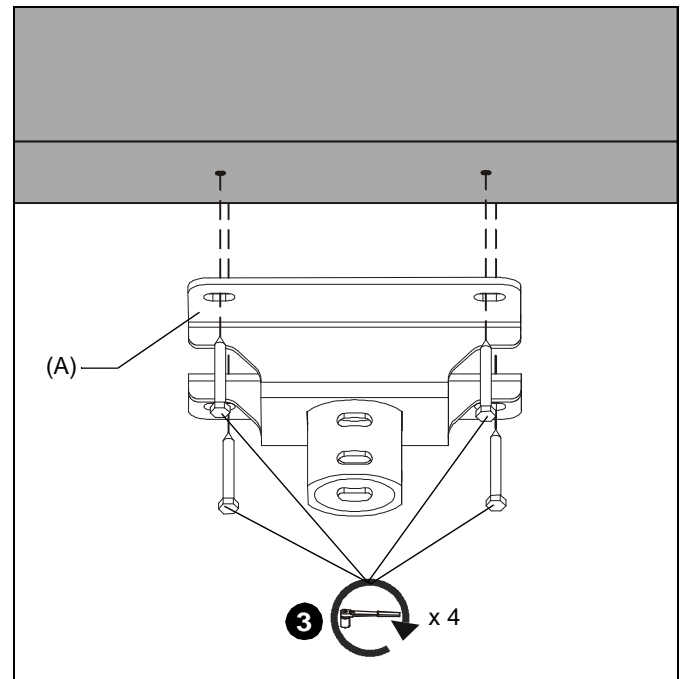
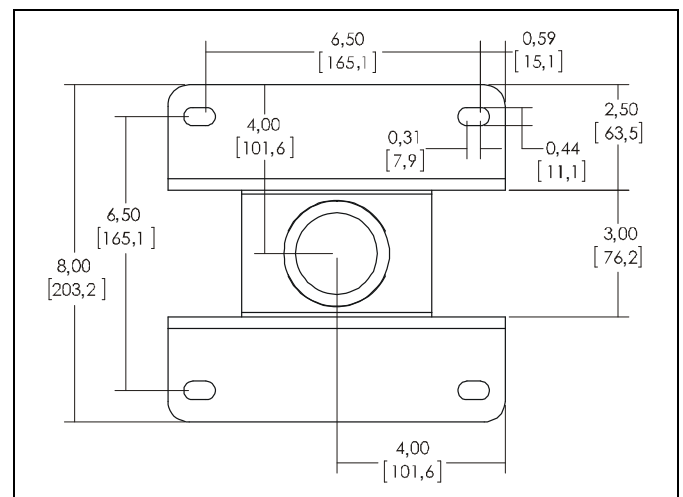

Figure 2
Figure 3
3. Installez et serrez quatre vis tire-fond (non fournies) de 5/16-18 x 2-3/4" (minimum) à travers le CPA330 (A) et les contreventements transversaux des montants en bois. (Voir la Figure 2) (Voir la Figure 3) pour plus d'informations sur les dimensions.
2. Arrimez les tiges filetées au support CPA à l'aide de contre-écrous (non fournis) de 3/8" ASTM A307 ou plus, et de rondelles (une de chaque à l'intérieur et une de chaque à l'extérieur -- non fournis). (Voir la Figure 3) pour plus d'informations sur les dimensions.
1. En utilisant la plaque pour plafond (A) comme gabarit, marquez les emplacements des quatre trous de guidage sur le plafond.
3. Utilisez quatre vis d'ancrage UX10 (non fournies) pour fixer le support CPA au plafond en béton solide. (Voir la Figure 3) pour plus d'informations sur les dimensions.